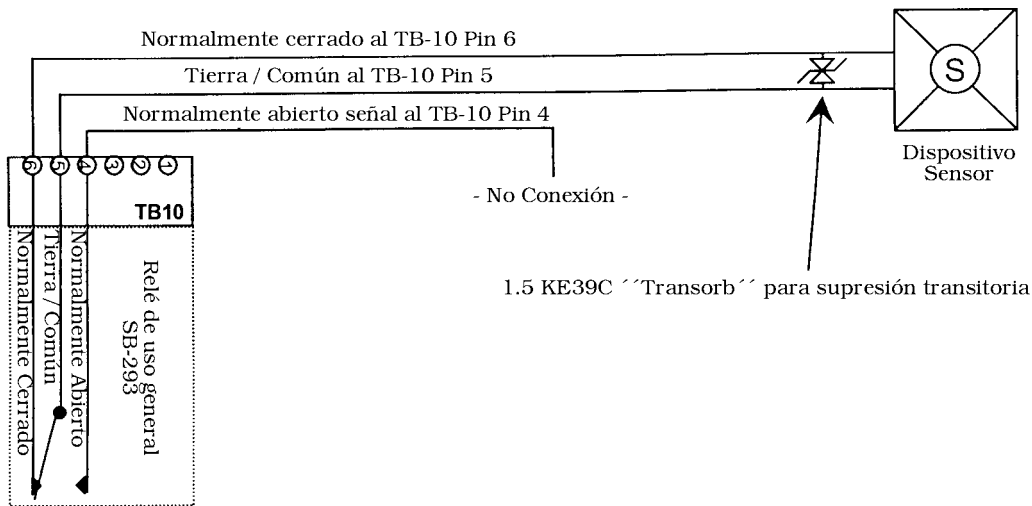

Figura 11: Salida de Uso General –Relé Normalmente Cerrado
- Ve a Figura 11 para un dibujo de ejemplo de Relé de Salida de Uso General (GP) N/C.